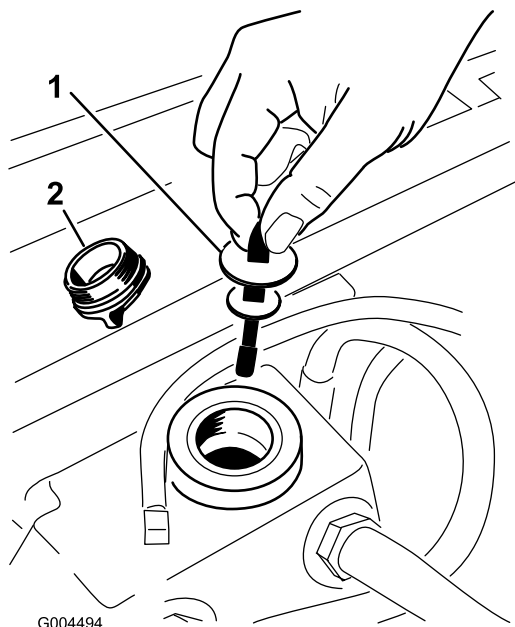

Figura 61
5. Retire o tampão de enchimento hidráulico do tubo de enchimento (Figura 61).
6. Retire a vareta e limpe-a com um pano limpo (Figura 61).
7. Coloque a vareta no tubo de enchimento, retire-a e verifique o nível do fluido (Figura 61).